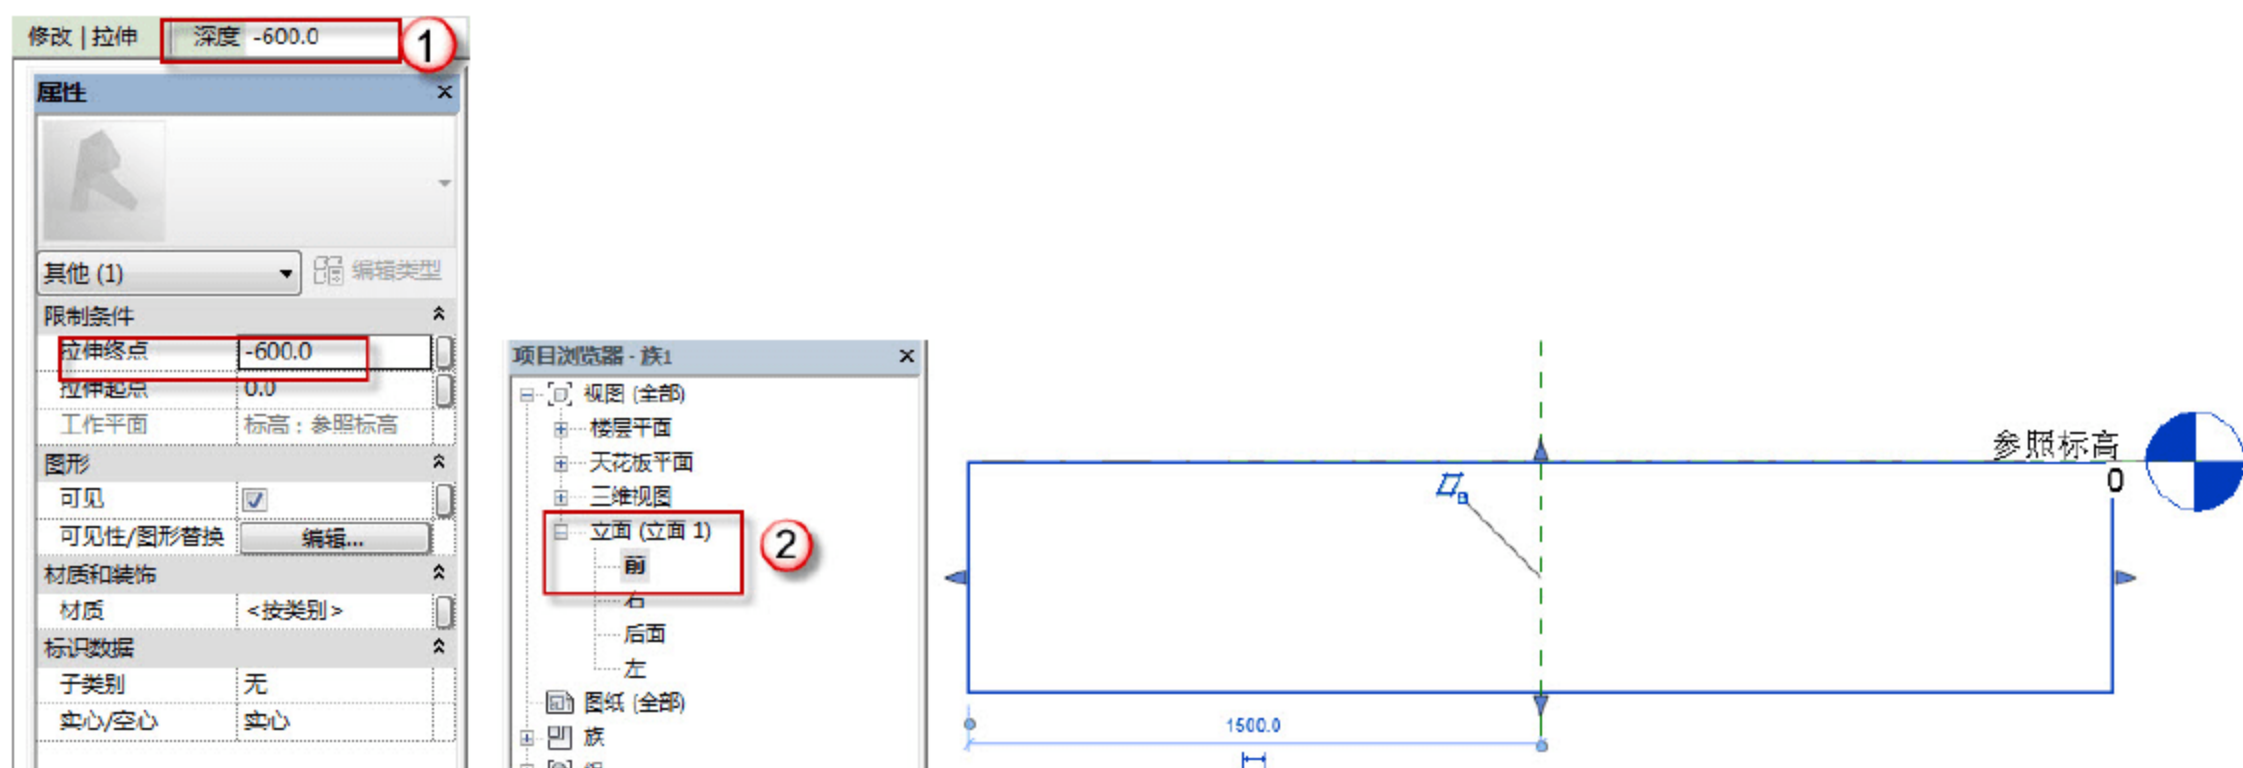

图 2.1.43 定义承台高度
(4) 定义承台高度。在 Revit 中用“深度”表示承台高度，或者采用“拉伸终点”命令，因承台在参照标高以下，表示承台高度输入负值。在“深度”栏，输入数值-600，在“项目浏览器”面板中选择“立面”→“前”命令，观看承台高度，如图 2.1.43 所示。